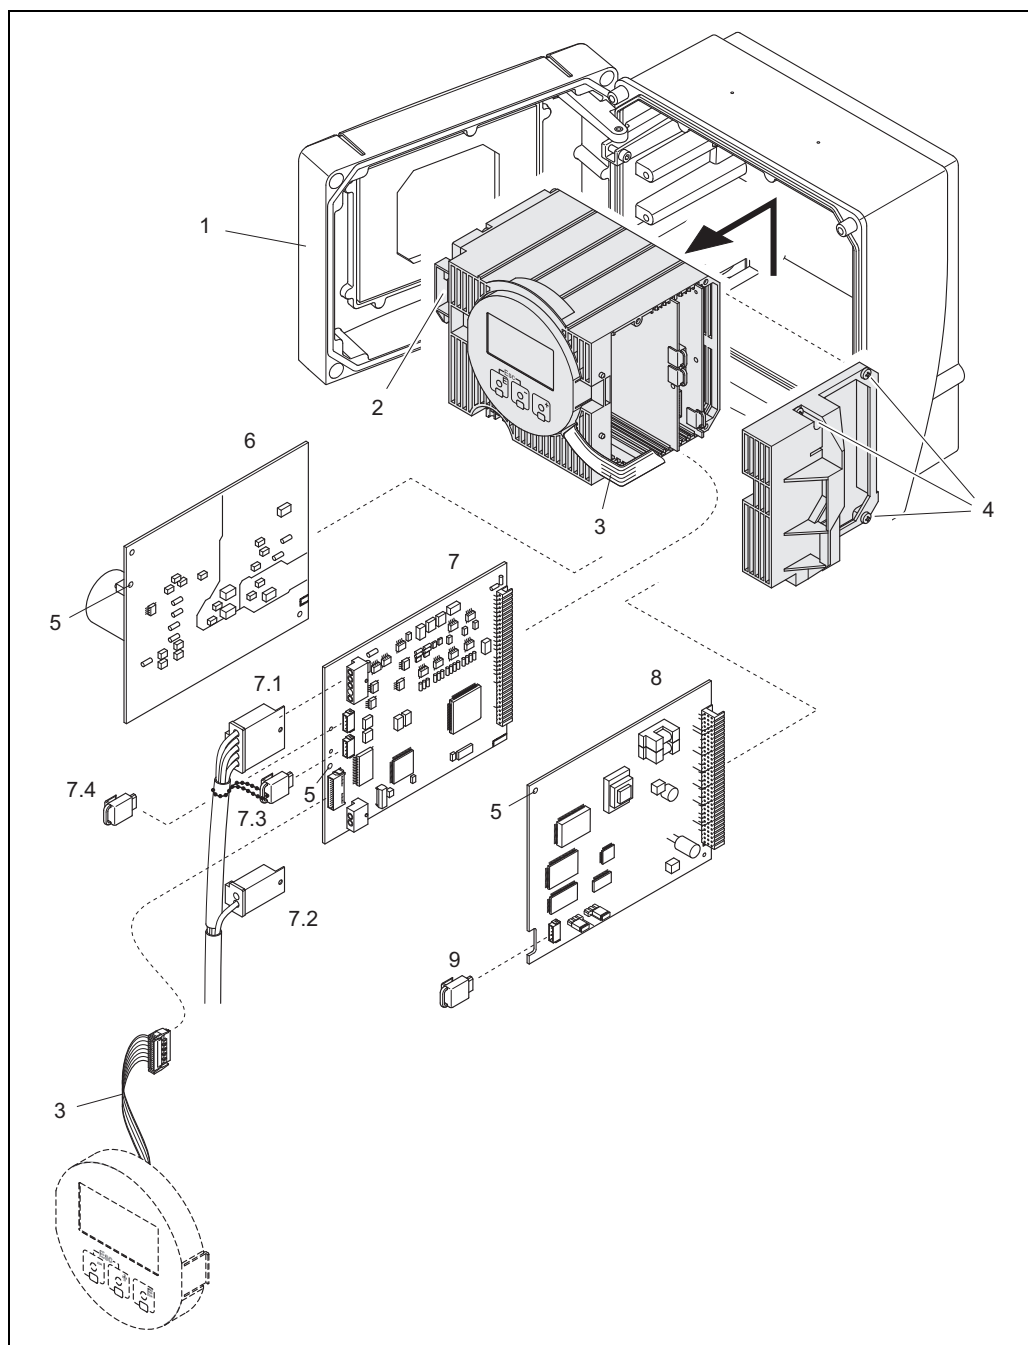

図 38 : ウォールマウントハウジング : 電子基板の取外しと取付け
9.5.2 ウォールマウントハウジング：電子基板の取り外し / 取り付け (→図 38)